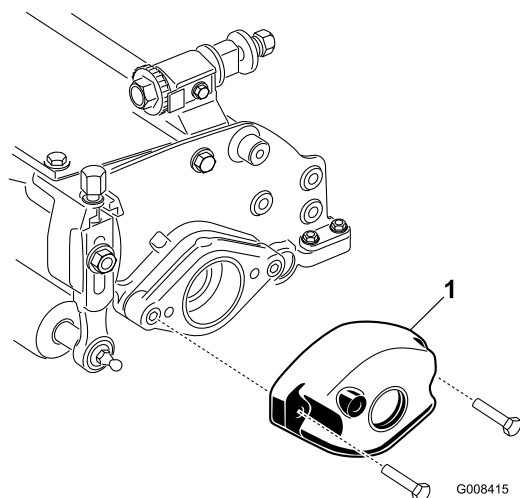

Figura 13
- A. Retire los 2 pernos que fijan el contrapeso al extremo izquierdo de la unidad de corte. Retire el contrapeso (Figura 13).